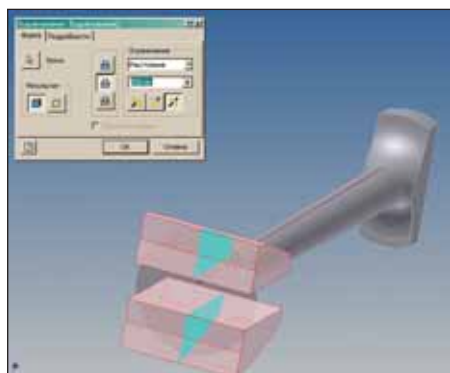

Рис. 13
17. Указать контуры, как изображено на рис. 13, ввести расстояние, равное 300 мм, нажать кнопку *Вычитание*  и кнопку .